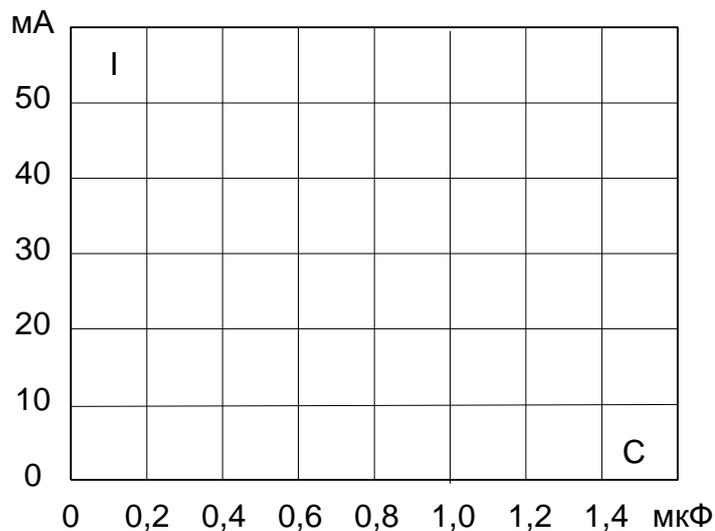

Рис. 9.4
- На рис. 9.4 постройте графики изменения токов от ёмкости параллельно включенного конденсатора и по минимуму тока определите фактическую резонансную ёмкость. Сравните её с расчётным значением.